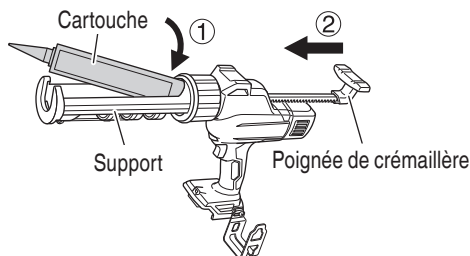

Fig. 20
- (4) Chargez la cartouche dans le support. (Fig. 20)